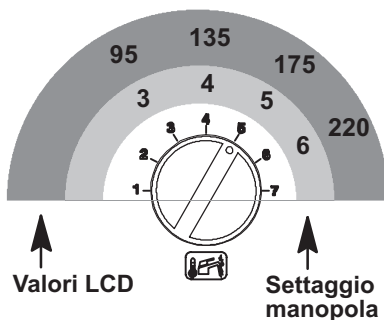

Figura 7.15
- Allo spostamento della manopola regolazione temperatura sanitari in Figura 7.15, corrisponde una visualizzazione dei parametri variati sull'LCD (per esempio la sequenza **P14** si alterna a **160**).